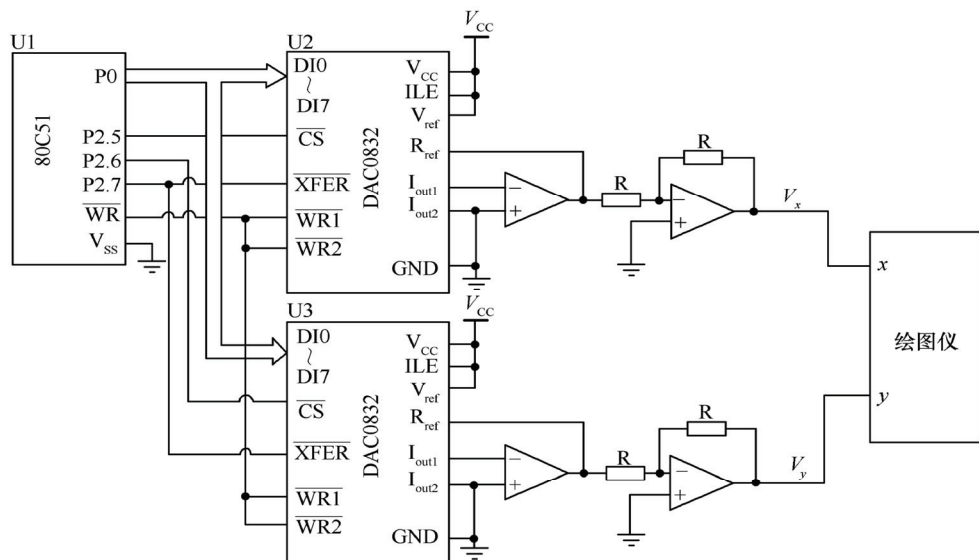

图 10.5 例 10.2 硬件连接图
因此，双缓冲方式下，DAC0832 应为单片机提供两个 I/O 端口。MCS-51 单片机和 DAC0832 在双缓冲方式下的连接如图 10.5 所示。
**【例10.2】**有一种绘图仪，输入两个模拟量  $x$ ， $y$  则可以在仪器上根据输入模拟量的变化绘制出  $x$ ， $y$  的关系曲线图。现通过一个 80C51 单片机和两片 DAC0832 与此绘图仪连接，如果  $x$ ， $y$  值同时更新则可以绘制出平滑的曲线图，否则就会出现阶梯波形图，因此需要使 DAC0832 工作在双缓冲方式。硬件连接如图 10.5 所示。U2 的  $\overline{\text{CS}}$  连接 P2.5，其输入寄存器地址为 0DFFFH，U3 的  $\overline{\text{CS}}$  连接 P2.6，其输入寄存器地址为 0BFFFH，两个 DAC0832 的  $\overline{\text{XFER}}$  连接在一起接到 P2.7，其地址为 7FFFH。所有的  $\overline{\text{WR1}}$ 、 $\overline{\text{WR2}}$  都接到 80C51 的  $\overline{\text{WR}}$  引脚。U2 用来输出  $x$  值，U3 用来输入  $y$  值。